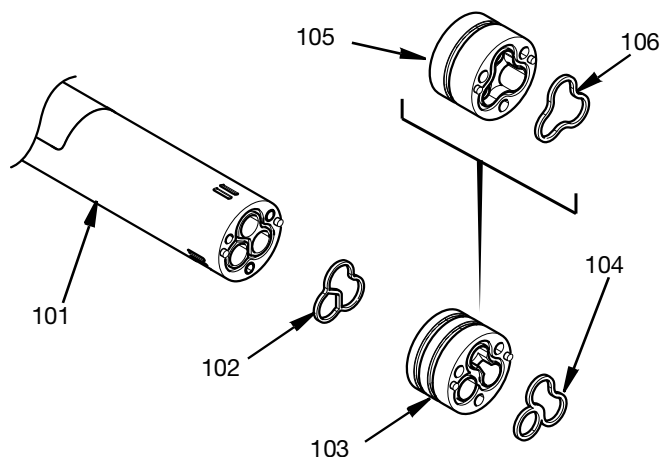

FIG. 28
8. Setzen Sie eine neue Adapterdichtung (102) in den Schlitz an der Stirnseite des Zentralgehäuses (101) ein. Schieben Sie den entsprechenden Adapter (103/105) auf das Zentralgehäuse, während Sie die Löcher der Adapterstifte auf die Passstifte ausrichten. Legen Sie eine neue Dichtung (104) für zwei Materialadapter (103) oder eine Dichtung (106) für einen Materialadapter (105) ein. Siehe FIG. 28.